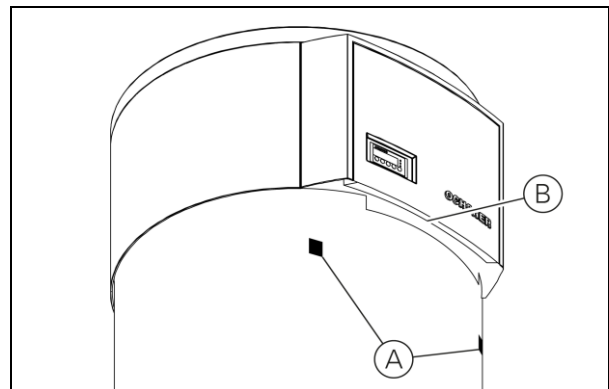

Abbildung 7: Montagepunkte des Frontpanels
- Durch das Ziehen das Frontpanel von den Klettband-Punkten lösen (Abbildung 7, A).
- Durch das Drücken mit den Daumen die Nut-Feder-Verbindung aushacken (Abbildung 7, B).